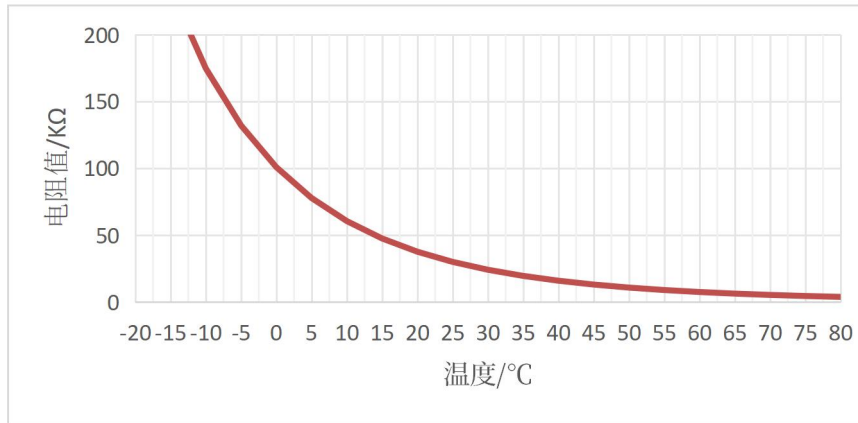

图 3-7 热敏电阻温度值计算曲线图
3) 电阻对温度的变化，温度特征  $R_x$ ，计算曲线如下图 3-7 所示。